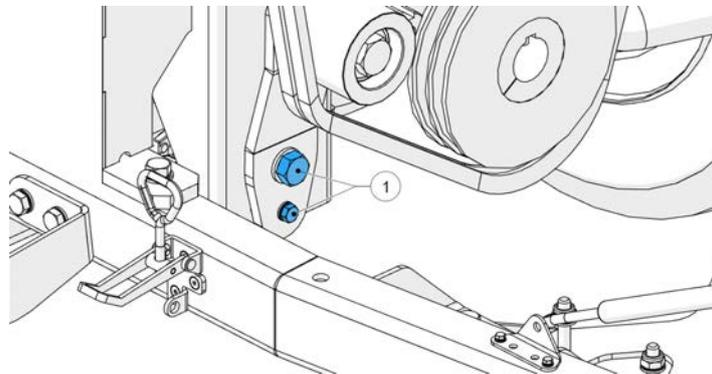

Figure 67 - Tendeur de courroie trapézoïdale
4. Localisez le tendeur de courroie principale (Figure 67).